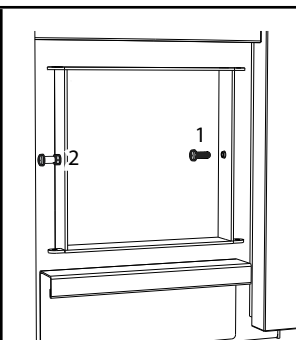

Рисунок 6.
Рисунок 6. Отсоедините ограничительный винт (1), расположенный на внутренней поверхности входного отверстия топки со стороны петли. Отсоедините стопорный шип (2), расположенный на наружной поверхности входного отверстия со стороны ручки с помощью простого гаечного ключа (8мм). Обратите внимание на верную последовательность установки деталей. Установите стопорный шип на противоположную сторону входного отверстия топки, т.е. на наружную поверхность, и затяните его с помощью простого гаечного ключа. Не затягивайте винт слишком сильно, чтобы не происходило блокировки втулки подшипника стопорного шипа. Вверните ограничительный винт на противоположную сторону входного отверстия топки, т.е. на внутреннюю поверхность.